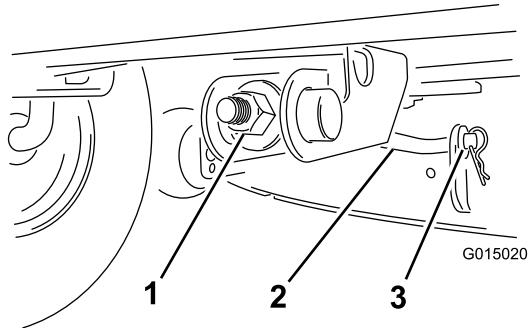

Figura 39
8. Para ajustar la inclinación longitudinal, gire la tuerca de ajuste de la parte delantera del cortacésped (Figura 39).